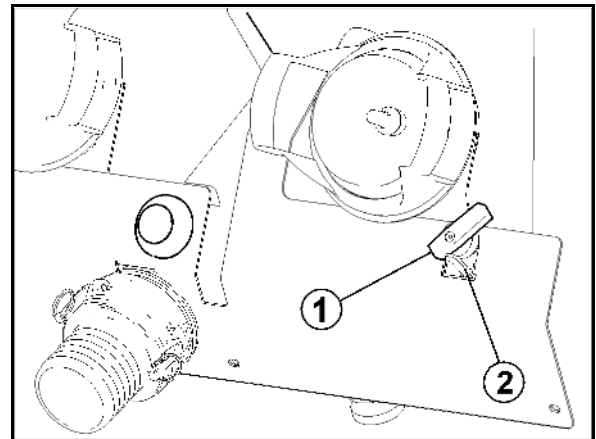

図 44
- 攪拌出力は、切り替え栓（図 44/1）でそれぞれ無段階式に設定可能です。
圧力フィルタの排出機能の安全装置（図 44/2）。